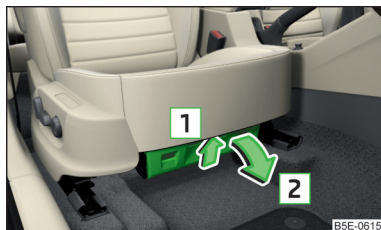

Abb. 110
- Zum **Öffnen** auf den Griff in Pfeilrichtung **1** drücken und das Fach in Pfeilrichtung **2** aufklappen » Abb. 110.